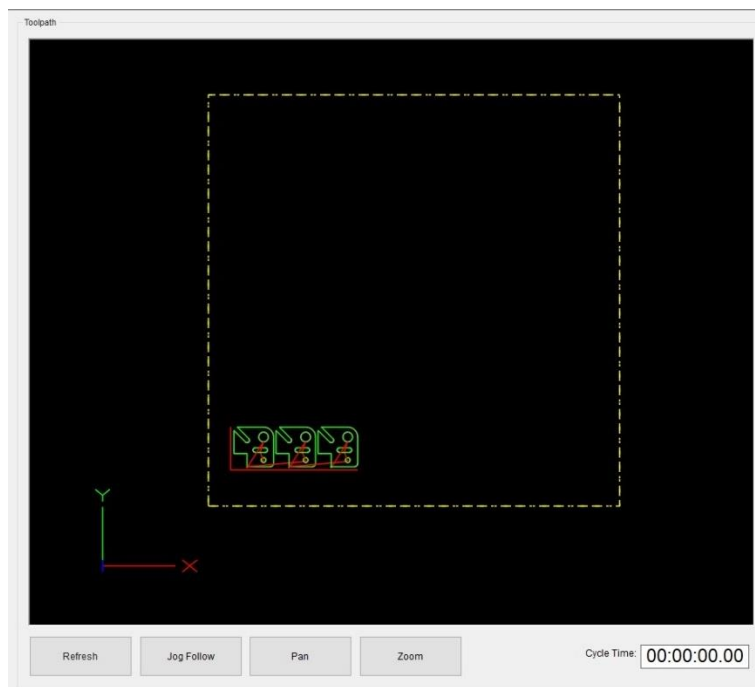

Fig 62 Ecran Trajectoire d'outils
1. L'onglet Trajectoire d'outil (Fig 62 (1)) permet à l'opérateur de visualiser la trajectoire d'outil et les commandes associées.